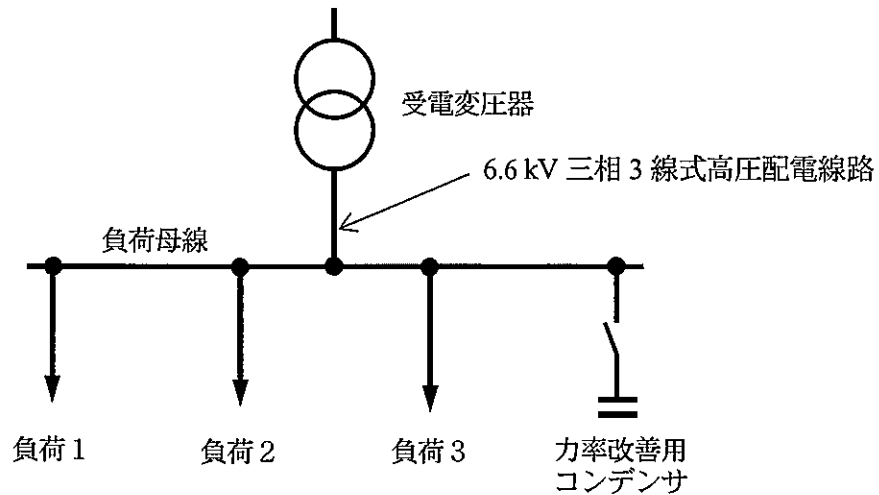

図2 高圧配電系統
(4) 図2に示すように、6.6 kV 三相3線式高圧配電線路に、負荷1、負荷2及び負荷3の平衡三相負荷と力率改善用コンデンサが接続されている。各負荷の最大需要電力及び力率はそれぞれ表のとおりであり、力率は負荷変動によらず一定である。また、これらの負荷稼動時における不等率は1.3である。